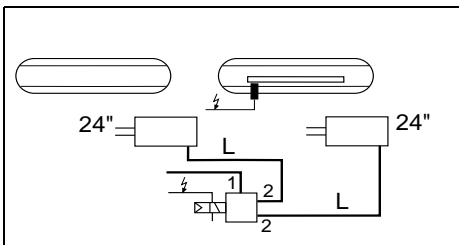

Abb. 5
Die Leitungslänge zwischen ABS-Relaisventil und Bremszylinder soll möglichst kurz, maximal 2,5 m, sein. Werden zwei Bremszylinder von einem ABS-Relaisventil angesteuert, sind beide Arbeitsanschlüsse (2) mit gleichlangen Leitungen zu den Bremszylindern zu versehen (Abb. 5). Die Nennweite sollte zwischen 9 mm und 11 mm liegen. Die Vorratsleitungen zu den ABS-Relaisventilen (Anschluss 1) sollten eine möglichst große Nennweite (NW ≥ 9 mm) haben.